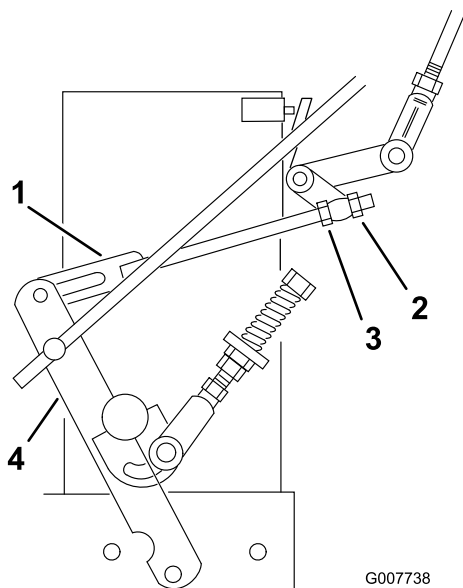

Figura 36
8. Afloje la tuerca de ajuste delantera del acoplamiento izquierdo del control hidráulico, según se muestra en la Figura 36.
9. Gire la tuerca de ajuste izquierda trasera en el sentido contrario a las agujas del reloj hasta que la rueda gire hacia adelante (Figura 36).
10. Gire la tuerca de ajuste trasera en sentido horario 1/4 de vuelta cada vez. A continuación, mueva la palanca de control de velocidad hacia delante y hacia atrás a la posición de PUNTO MUERTO. Repita esto hasta que la rueda izquierda deje de girar hacia adelante (Figura 36).